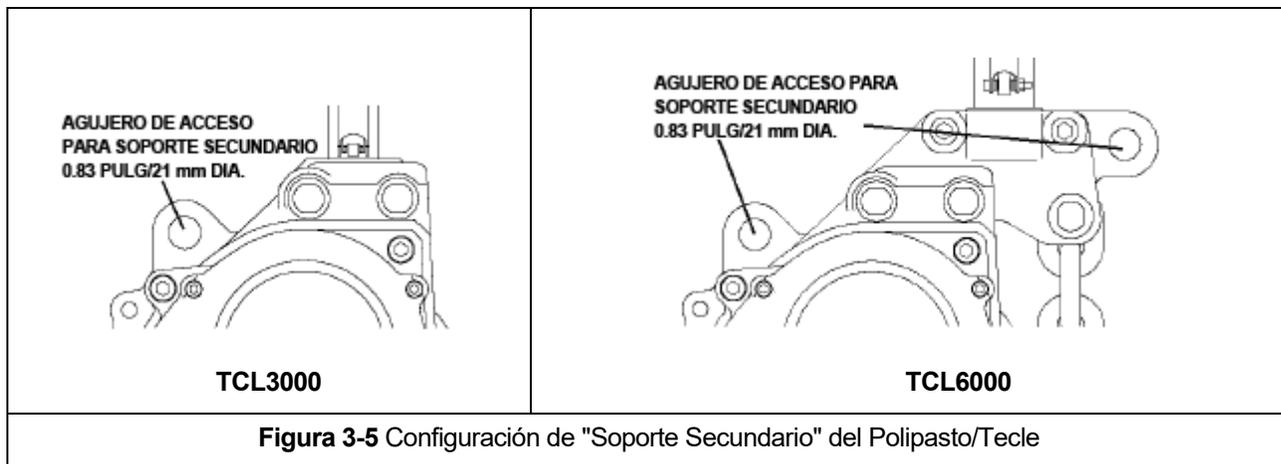

Figura 3-5 Configuración de "Soporte Secundario" del Polipasto/Tecele
- 3.8.1 Para aplicaciones que requieren un "Soporte secundario", se ha proporcionado una ubicación de fijación de soporte en el yugo de polipasto/tecle del gancho superior / Cuerpo del Polipasto/Tecele. Referencia Figura 3-5.